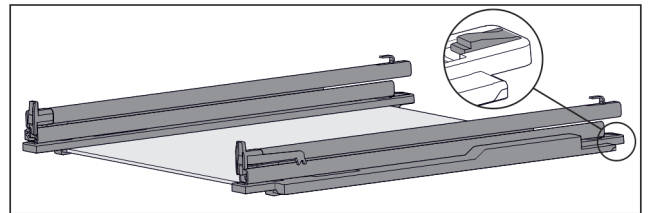

Fig. 125 Glassplate med skinner og holdedeler
- ▶ Trykk holdedel bak nedover (se Fig. 125) og skyv samtidig skinnen bakover.